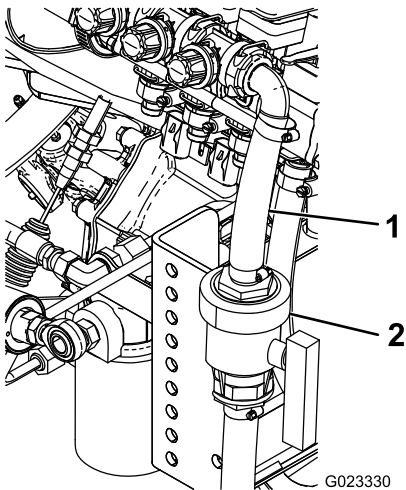

Figure 12
13. Branchez les 2 extrémités du flexible à la vanne du flexible d'alimentation au moyen de 2 colliers (Figure 12).